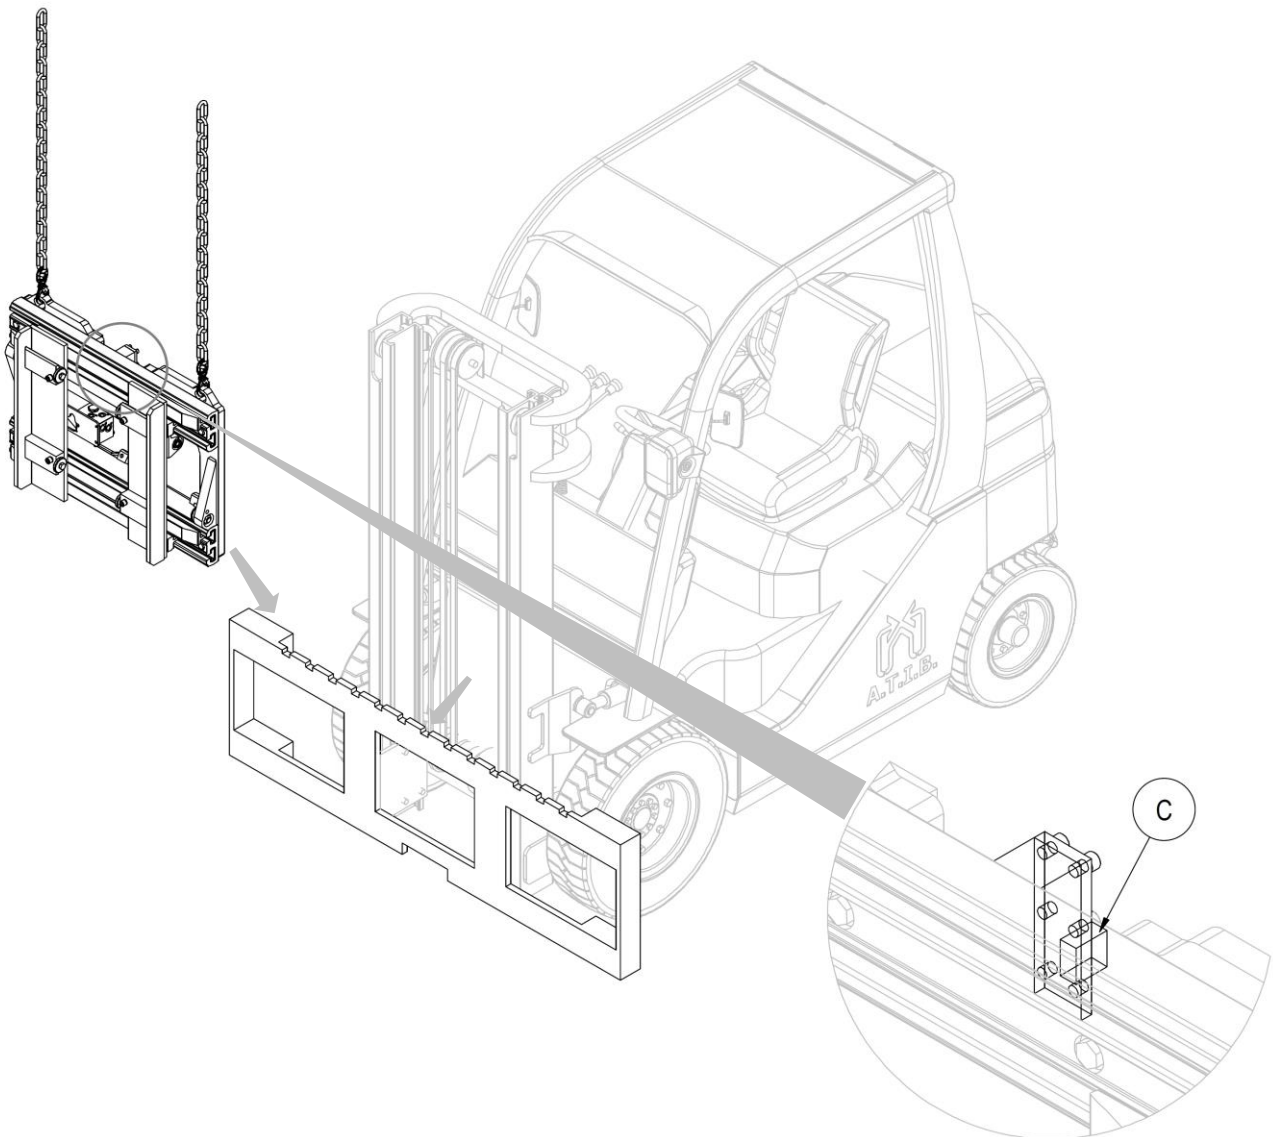

Figure 3
6. Accrocher l'équipement aux points de préhension supérieurs et, à l'aide d'un pont roulant ou d'un palan de capacité suffisante, le placer sur la plaque porte-fourche, en prenant soin d'engager la dent de centrage **C** dans l'encoche centrale de la plaque (voir *Figure 3*).